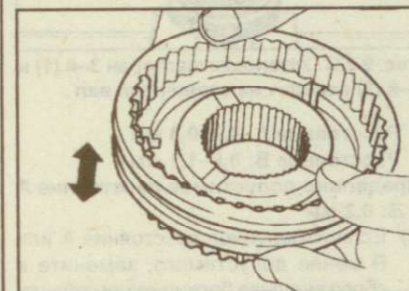

Рис. 9.230. Проверка синхронизаторов
- Проверьте сухари фиксаторов на отсутствие износа или деформации (рис. 9.230).